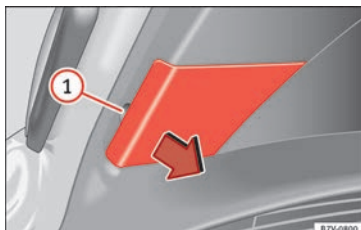

Fig. 217 En el portón trasero: quitar la cubierta.
2. Extraiga la cubierta cuidadosamente haciendo palanca con la parte plana del destornillador de las herramientas de a bordo (» fig. 181) por el rebaje » fig. 217 ①.